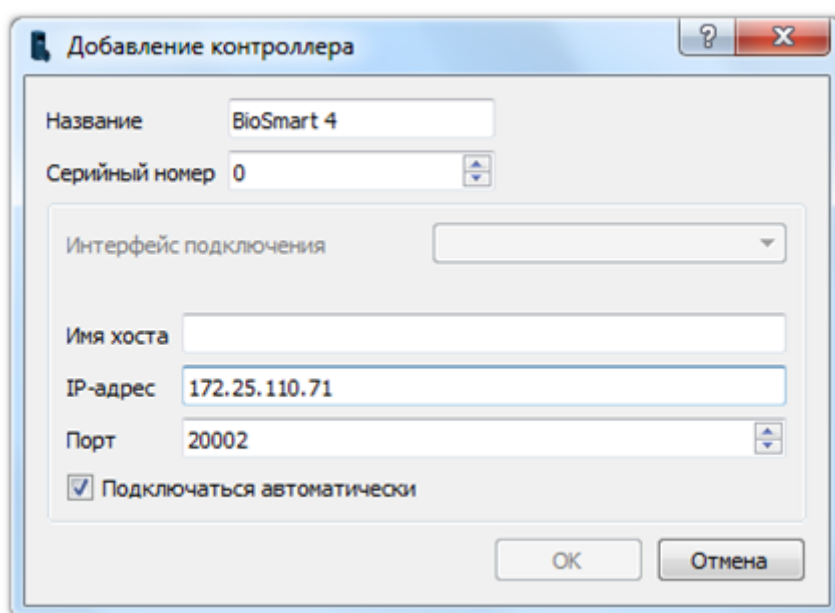

Рисунок 5. Добавление контроллера вручную.
- 3) Ввести IP-адрес контроллера в поле «**IP-адрес**» (рисунок 5) или DNS-имя контроллера в поле «**Имя хоста**»;
- 4) Ввести название контроллера в поле «**Название**» (рисунок 5);